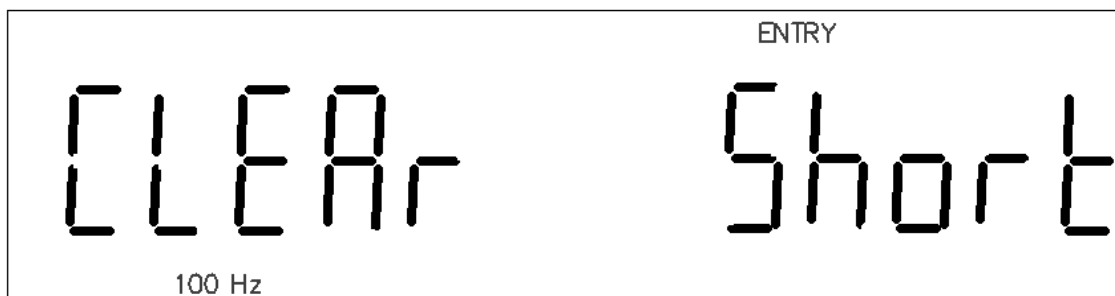

图 3-3 短路清零
11. 若需要进行短路清零，在测试端接入低阻短路片。LCD 显示如图 3-3 所示。
18. 如果测试端连接一被测元件，没有可靠开路或短路。仪器无法正常进行开路和短路操作，LCD 显示信息如图 3-3 所示。按[ESC]或[ENTER]返回测试状态。